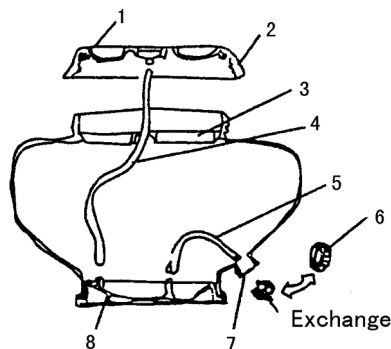

Fig.2
3). Conecta la tapa al tubo de goma como se muestra en Fig.2.